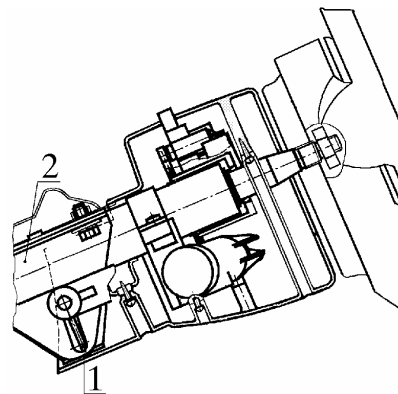

Рис. 10. Установка рулевой колонки:
8.1.3. Установить рулевую колонку при помощи фиксирующей ручки 1 (рис. 10) в положение, удобное для снятия облицовки комбинации приборов.